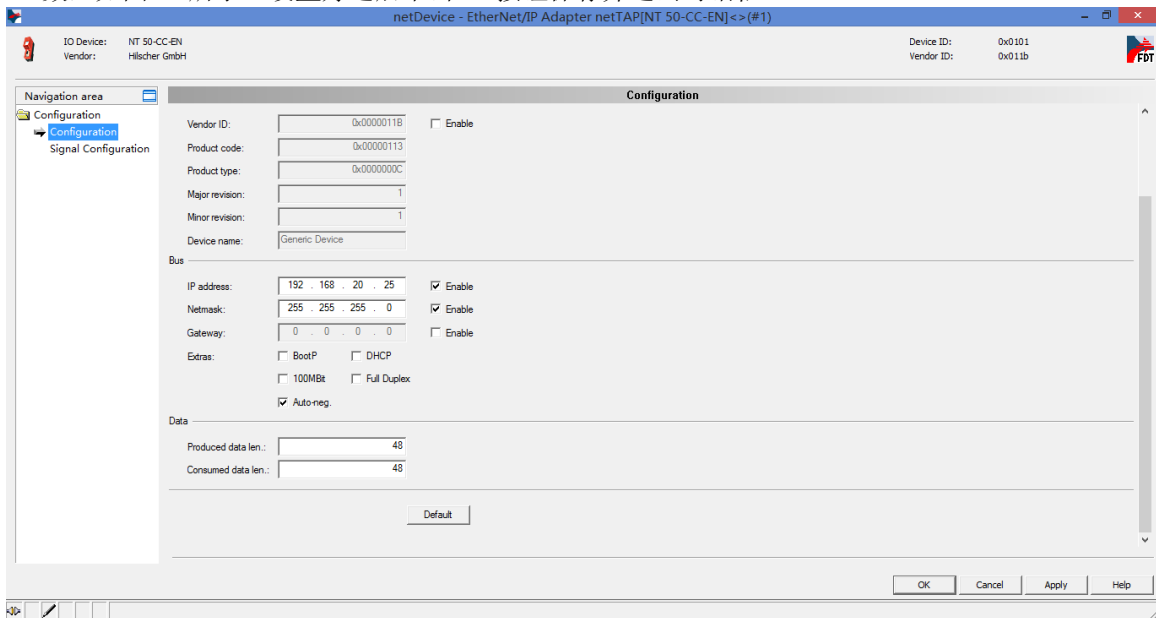

图 23
- 7) 右击网关图标，选择“Configuration”“Ethernet/IP Adapter”，弹出对话框，设置网关作为 Ethernet/IP Adapter 的参数。去掉 DHCP 前面的打勾，在 IP Address 及 Netmask 后面的 Enable 打勾，设置网关 Ethernet/IP 通讯的 IP 地址（建议与前面设置的 IP 地址相同）及输入输出字节数，如图 23 所示。设置好之后单击 OK 按钮保存并退出对话框。